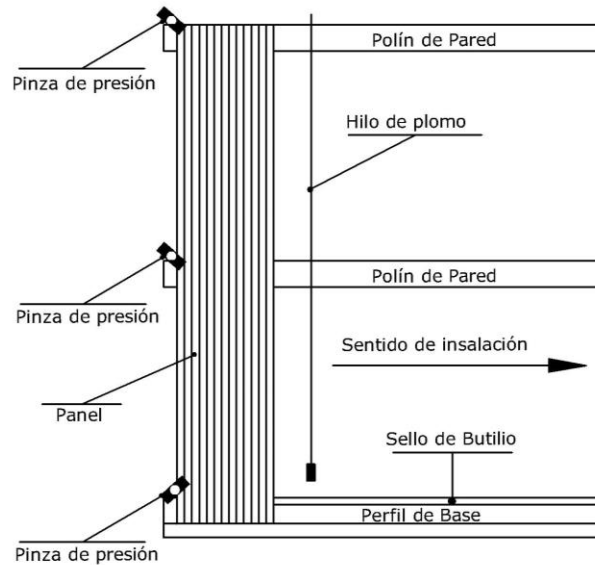

Fig. 5
4.3.2 Sobre los diseños constructivos indicar en la vertical el punto de salida del primer panel, teniendo cuidado con la alineación entre ellos. Tal operación puede ser efectuada con hilo y plomada. (Fig. 5)
4.3.3 Posicionar el primer panel con la plomada, controlar su verticalidad, después de que se ha sostenido provisionalmente a la estructura mediante las pinzas de presión. (Fig. 5)